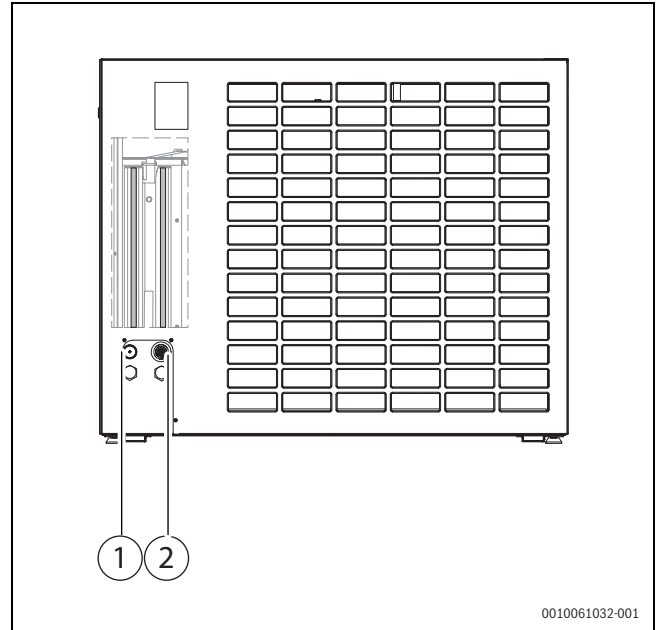

Bild 42 Kabeldurchführungen
- ▶ CAN-BUS-Anschlusskabel durch die Kabeldurchführungen auf der linken Seite [→(1) in Abbildung 42] führen.
- ▶ Anschlusskabel für die Spannungsversorgung durch die Kabeldurchführungen auf der rechten Seite [→(2) in Abbildung 42] führen.